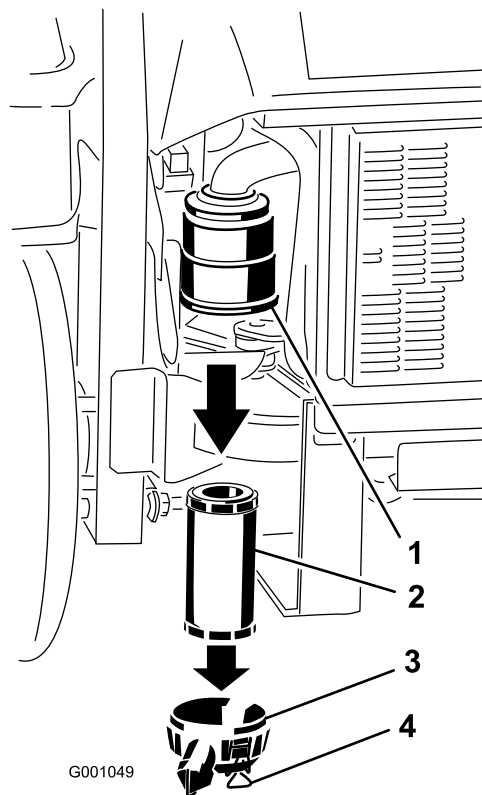

Figura 36
3. Abra los cierres del limpiador de aire y tire de la tapa del limpiador de aire para separarla de la carcasa del limpiador de aire (Figura 36).
5. Extraiga con cuidado el filtro del cuerpo del limpiador de aire (Figura 36). Evite golpear el filtro contra el lado de la carcasa.